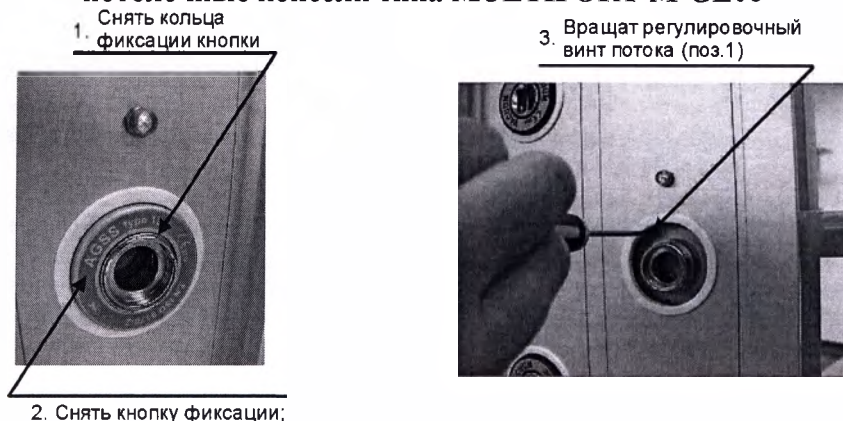

Рис. 14 Регулировка потока клапана AGSS
- 8.6. . Установленный изготовителем поток газа 50л/мин, при давлении сжатого воздуха до 5 бар. Поток газа регулируется с помощью интегрированного регулятора (см. Рис. 14)